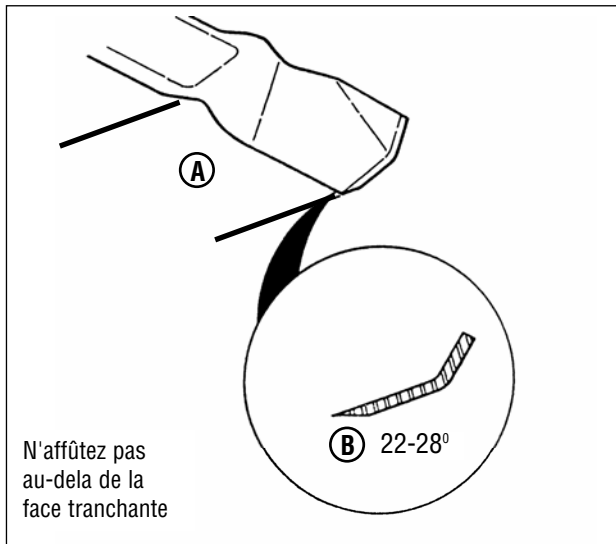

Figure 13 : Affûtage de lame de tondeuse
- Affûtez la lame sur une meuleuse en respectant un angle d'attaque compris entre 22 et 28 degrés (B, Figure 13). N'ALLEZ PAS au-delà de la face tranchante (A).